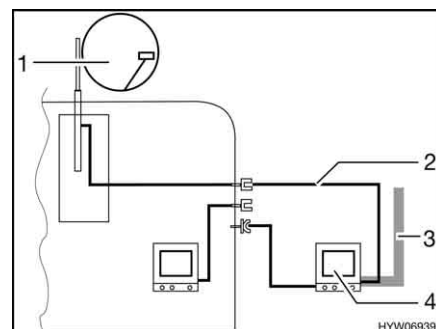

Fig. 66 TV nella tenda veranda
- TV nella tenda veranda (Fig. 66,4): Collegamento all'antenna del tetto (Fig. 66,1) con cavo di collegamento (Fig. 66,2)
- TV nella tenda veranda (Fig. 66,4): Collegamento a antenna esterna (Fig. 66,3)